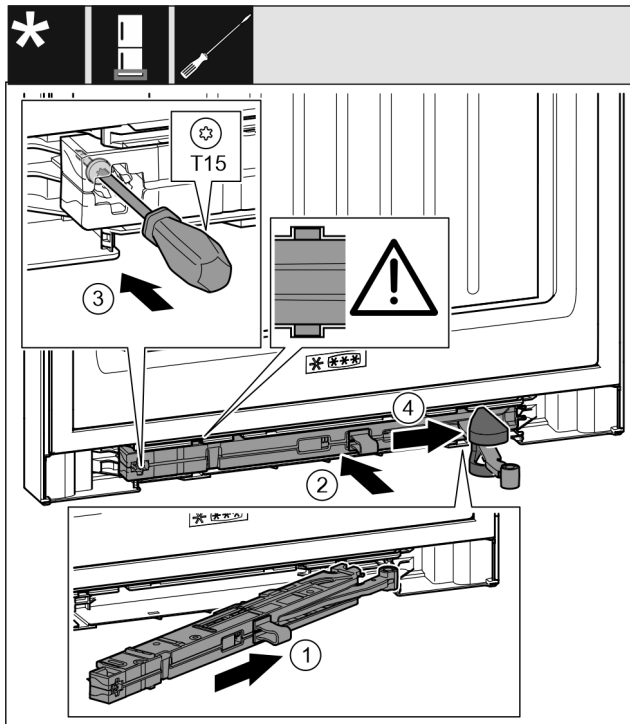

Fig. 31
- ▶ Schließdämpfereinheit Fig. 31 (1) auf der Lagerbockseite bis zum Anschlag schräg in die Aussparung einschieben.
- ▶ Schließdämpfereinheit Fig. 31 (2) vollständig in Aussparung schieben.
- ▶ Schraube Fig. 31 (3) mit einem Schraubendreher festschrauben.
- ▶ Abdeckung Fig. 31 (4) über Gelenk schieben.